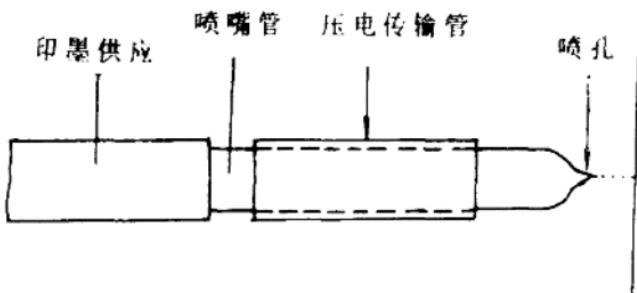

图 1-7
3、脉冲喷墨式-压电脉冲式加压喷墨印刷: 喷墨嘴的喷墨是脉冲式的, 喷出的油墨墨粒均用来形成图象。如图1-7, 在喷嘴管外面, 套有一压电传送管。当压电产生一脉冲时, 压电传送管发生变形而作用于喷墨管一压力, 喷墨管在压力的作用下挤出油墨而形成墨粒, 并高速向前飞升, 这些墨粒不带电荷, 不需要偏转控制, 而是任其射到承印物上而形成图象。